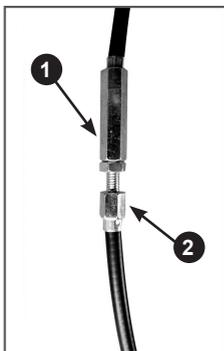

Рис. 43. Регулировка троса включения хода
1. Ослабьте контргайку 1 (Рис. 43).
2. Закрутите или открутите регулировочный винт 2 (Рис. 43).
3. Затяните контргайку 1 (Рис. 43).